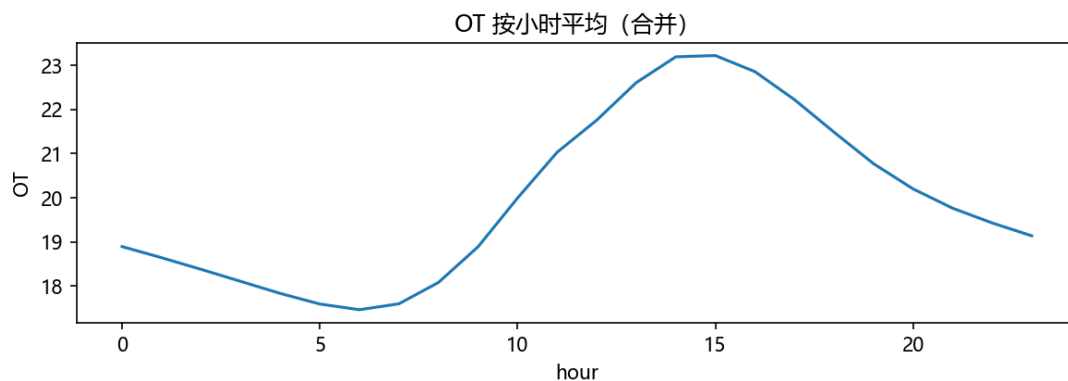

图 4 小时平均分布图
1.4.1 日周期性分析：通过按小时平均分析（如图 4），发现 OT 具有明显的日周期模式，凌晨 5-6 点达到最低值（约 17.5），下午 15 点左右达到峰值（约 23.3），符合电力系统负荷变化规律。